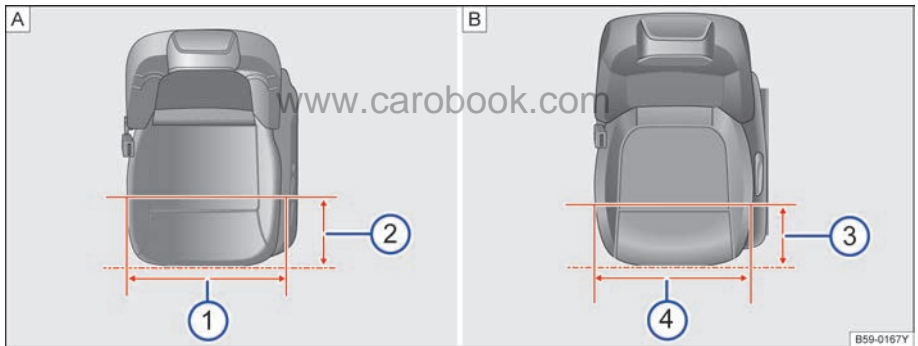

图 77 前排及第二排座椅座宽
如图→图 77[A]在距离前排座椅边缘 200mm 时→图 77[A]②，前排座椅座垫宽度为 492mm→图 77[A]①。
如图→图 77[B]在距离第二排座椅边缘 200mm 时→图 77[B]③，第二排座椅座垫宽度为 509mm→图 77[B]④。